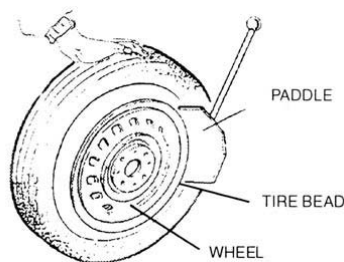

рис.5
- 3) Отведите лопату отжима крышки наружу вручную. Установите колесо напротив резинового буфера. Подведите лопату к крышке на расстоянии 10 мм от края обода (см. рис. 5).